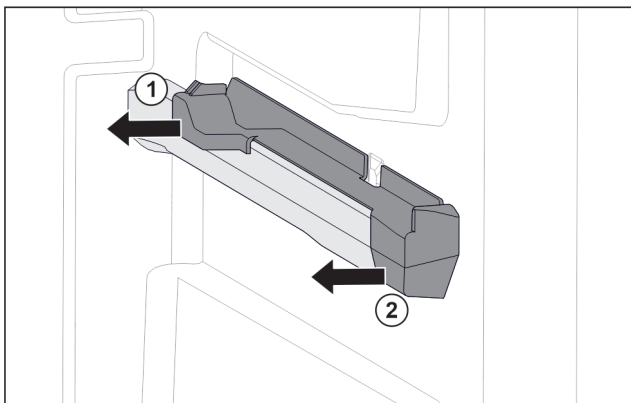

Fig. 107 Nasazovací díl na pravém žebrování na nádoby
- ▶ Stáhněte nasazovací díl vzadu na stranu. Fig. 107 (1)
- ▶ Stáhněte nasazovací díl vpředu na stranu. Fig. 107 (2)